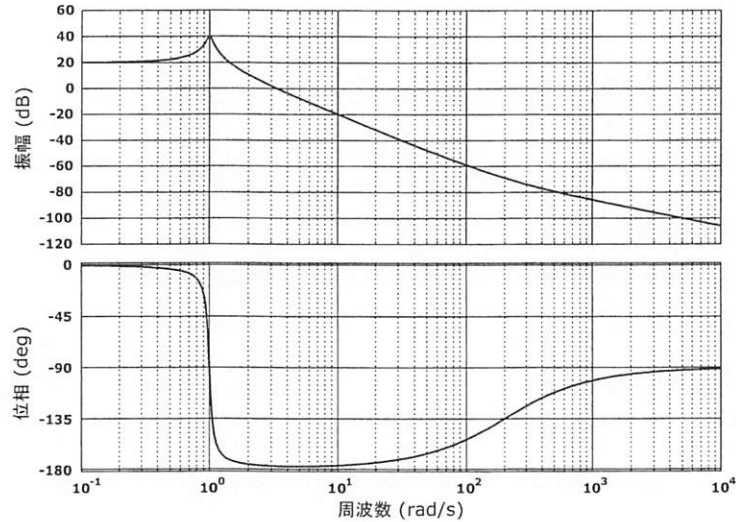

図 2-2
- (2) 未知のシステムに対して周波数応答を計測した結果, 図 2-2 に示すようなボード線図を得た. 以下の問いに答えよ. ただし $G_1(s) = \frac{1}{Ts + 1}$, $G_2(s) = \frac{\omega_n^2}{s^2 + \zeta\omega_n s + \omega_n^2}$ とし, K, T, ζ, ω_n はいずれも正の定数とする.